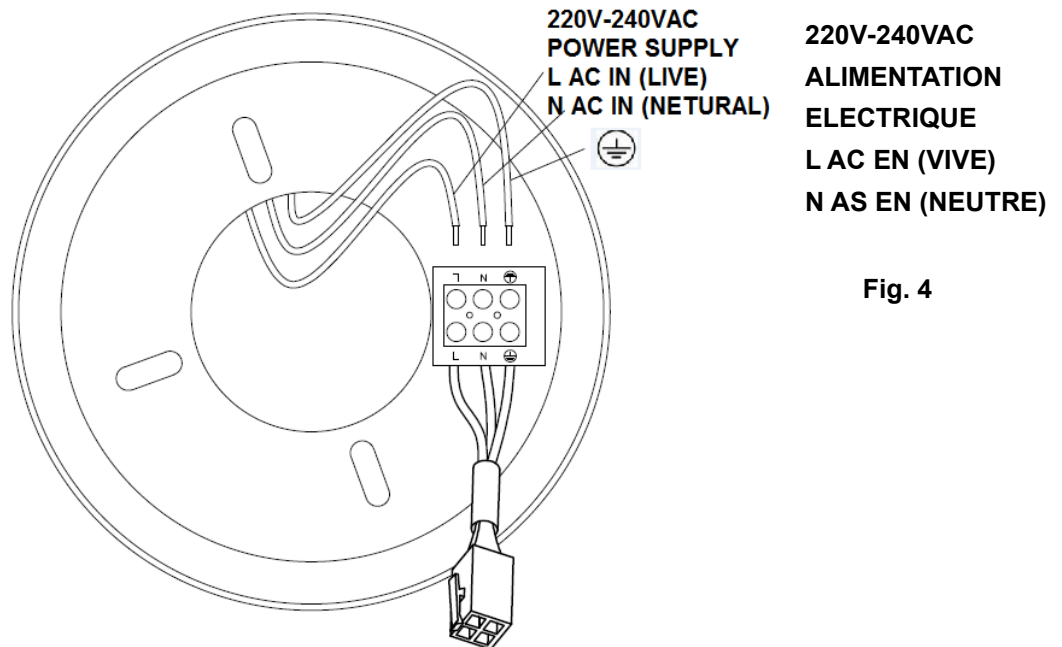

Fig. 4
- Effectuer le câblage électrique en utilisant le schéma ci-dessous(Figure. 4).
PRÉPARER ET EFFECTUER LE CABLAGE ELECTRQUE --- SCHÉMA (FIG. 4)